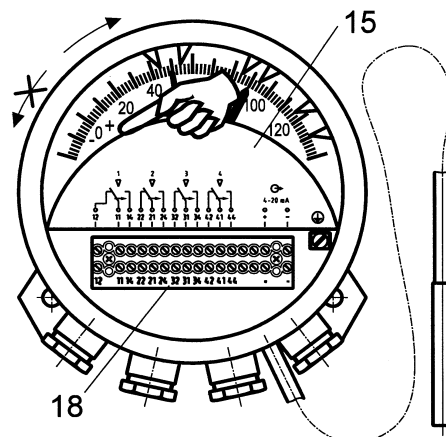

Fig.2
3.1 Raccordement électrique (Fig.2)
Oter le joint à baïonnette. Pour opérer le branchement, relever le couvercle (Fig.1, P15 et Fig.2). La gaine des câbles connecteurs nécessaires est dénudée sur une longueur de 160 mm et les fils de raccordement doivent être engagés à travers les passe-câble PG (Fig.1, P12). Serrer l'écrou de pression du passe-câble jusqu'à ce que le joint d'étanchéité rende le câble complètement étanche. Chaque câble de raccordement est connecté d'après le schéma électrique imprimé sur le côté intérieur du couvercle (Voir page12, Fig.6). Refermer le couvercle et replacer de nouveau le joint à baïonnette.
3.2 Vérifier les micro-interrupteurs (Fig.2)